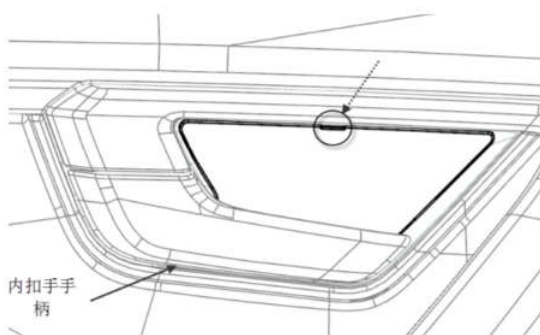

图 9-1-1 内扣手盖板拆卸示意图
- (1) 如图 9-1-1，先拉开内扣手柄，用缠有保护胶带的小号一字螺丝刀从箭头 1 所指凹槽处将车门内扣手盖板撬出。